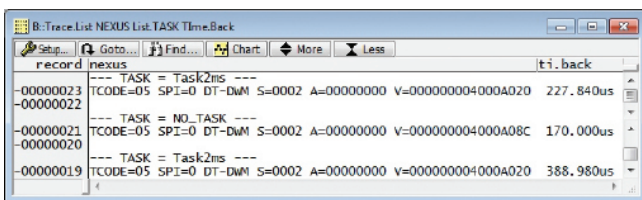
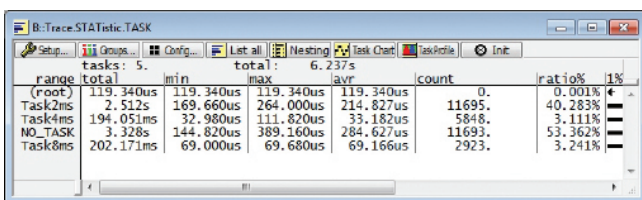

图 12：记录任务切换的 NEXUS
图 13：OSEK 操作系统的任务运行时分析
- 任务运行时分析（参见图 13）
自 2001 年起，Lauterbach 就对不同处理器架构的 NEXUS 标准提供了支持。最新、最重要的一个是 Freescale 和 ST Microelectronics 的 MPC55xx/ MPC56xx 系列，该系列在汽车工业中广泛使用。图 12 和图 13 说明 NEXUS 跟踪记录如何用于测量 OSEK 任务的运行时。